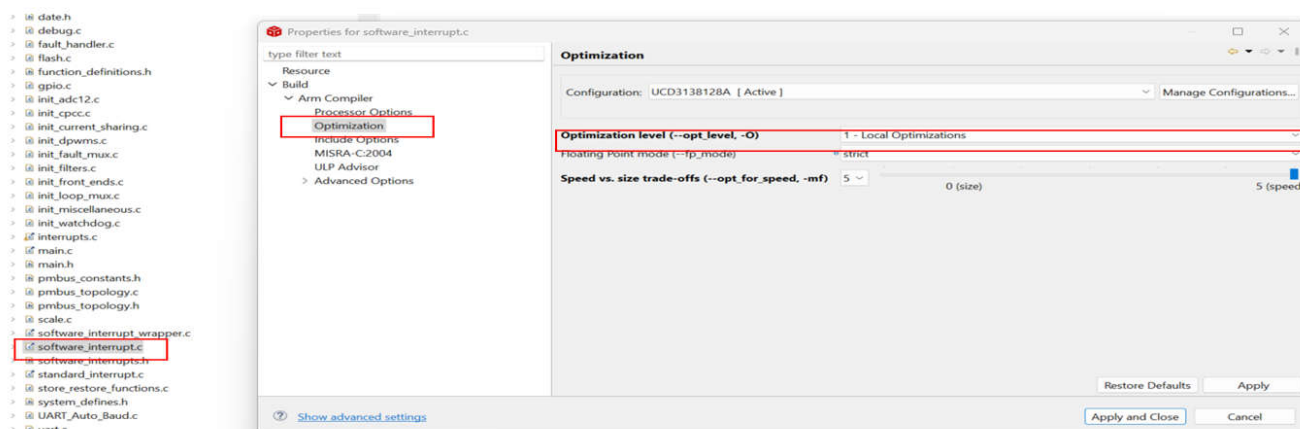

图 2-9. Select 1-Local Optimizations
- 另外一个潜在原因可能是文件'`software_interrupt.c`'被设置了一个太激进的 *code optimization level* (如"*2-Global Optimizations*") 导致 *checksum* 不能被成功擦除。使用"*2-Global Optimizations*", 事实上一部分 UCD3138 系列设备是可以成功擦除 *checksum* 的。但一部分 UCD3138 系列设备的 *checksum* 却不能成功擦除。为了解决此问题, '`software_interrupt.c`'被要求设置为一个较低的 *optimization level* 如 "*1-Local Optimizations*". 设置步骤如图 2-9 所示。点击 *project explorer pane* -> 右键单击 '`software_interrupt.c`' -> *click properties* -> *Build* -> *ARM Compiler* -> *Optimization*-> *1-Local Optimizations* 。